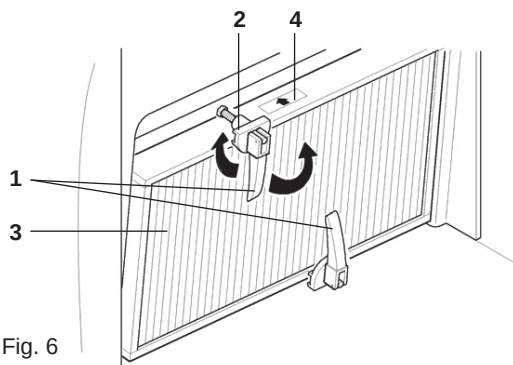

Fig. 6
- Öppna handtagen (pos. 1)
- Vrid fästankordningarna (pos. 2) i 180°
- Byt filtret (pos. 3)
- Pilen (pos. 4) ska inriktas i luftflödets riktning utifrån och in i maskinen.
VARNING: för in filtret i den riktning som anges på den (pos. 4 Fig.6).